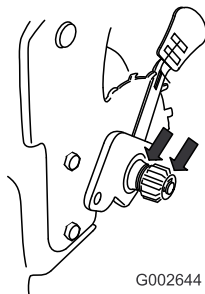

Figure 38
2. Appliquez une couche d'huile de graissage à l'intérieur et à l'extérieur des engrenages, de la manière indiquée (Figure 38).